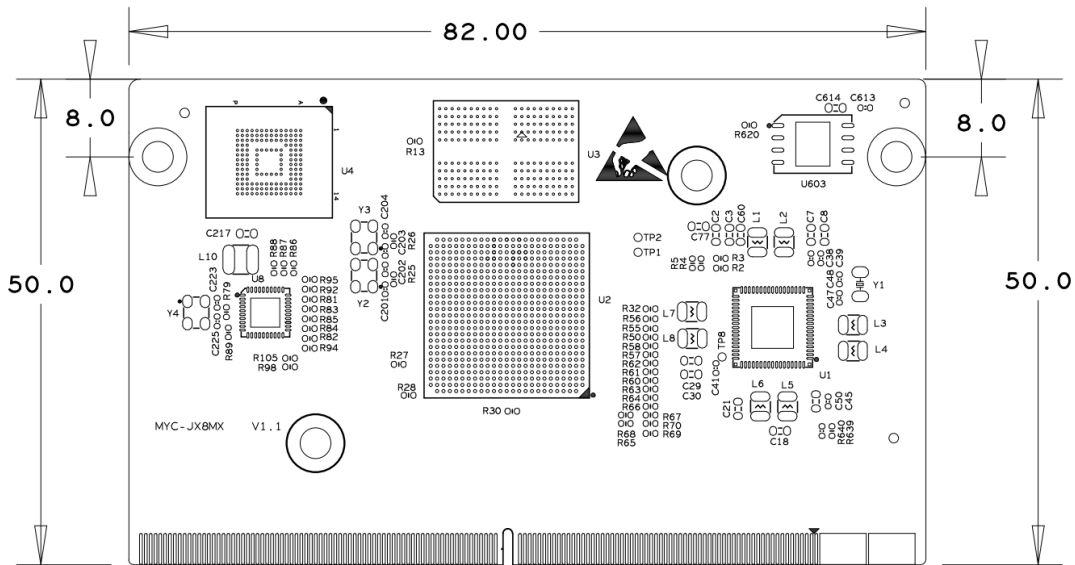

图 6-1 MYC-JX8MX 尺寸图
- ◆ 接口类型：MYC-JX8MX 机械尺寸（单位：mm）如图6-1所示：